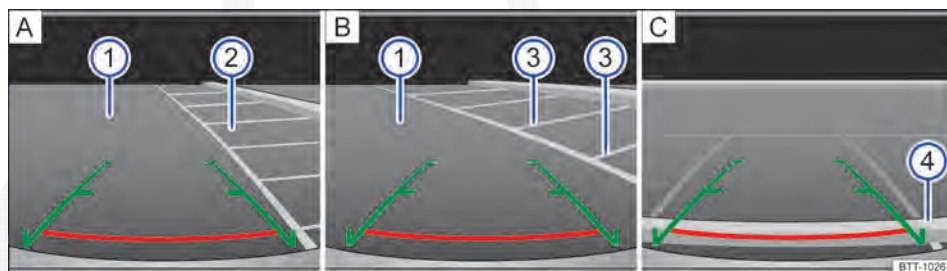

Fig. 167 Exibição do display do rádio ou do sistema de navegação: entrar na vaga de estacionamento com a câmera de marcha a ré.
Legenda para a representação esquemática Fig. 167:
2.	Posicionar o veículo na frente da vaga de estacionamento ⇒ Fig. 167 A ②.
4.	Conduzir para trás devagar e manobrar de modo que as guias verdes laterais conduzam entre as linhas de delimitação da vaga de estacionamento selecionada ⇒ Fig. 167 A ②. Observar a seguinte mensagem: Controlar a trajetória do veículo! ⇒ ▲ em Introdução ao tema na página 265!
5.	Alinhar o veículo na vaga de estacionamento selecionada de modo que as guias verdes laterais fiquem em cima das linhas de limitação lateral ⇒ Fig. 167 B ③.
6.	Parar o veículo o mais tardar ao atingir a guia vermelha horizontal de limitação traseira, por exemplo, meio-fio ⇒ Fig. 167 C ④.